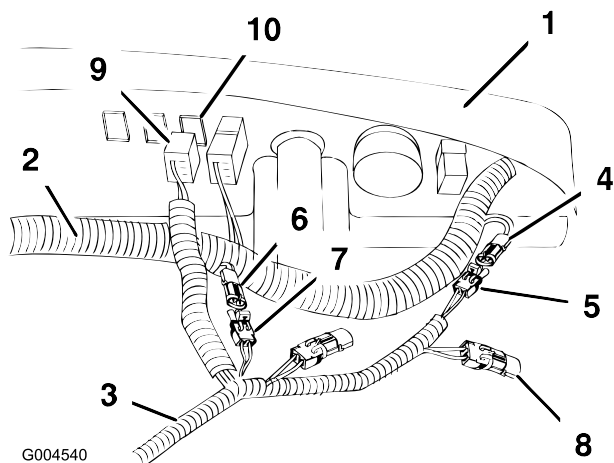

Figura 8
Ligue a cablagem de acessórios ao conector de saída de 48v como se mostra em Figura 8.
7. Coloque a ficha do interruptor na posição por detrás da ficha no tablier como se mostra em Figura 8.